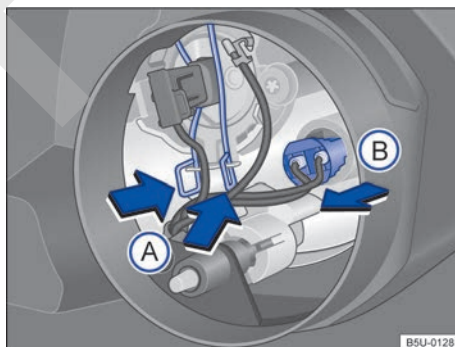

Fig. 176 Acceso a la lámpara incandescente del farol alto/luz de posición.
5. Comprimir ambos lados del resorte de bloqueo separadamente ⇒ fig. 176 flechas (A) contra la lámpara, desplazar el resorte para desbloquear la lámpara.
4. Retirar el portalámpara ⇒ fig. 176 ⓐ en el sentido de la flecha.